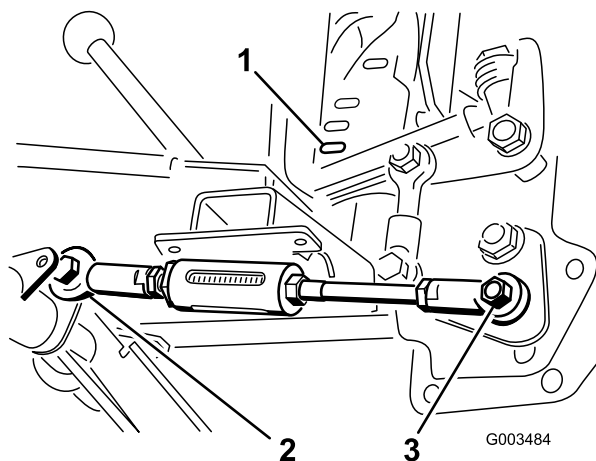

图 8
6. 移动升降手柄直到球窝接头中的孔与枢轴管上可调杆右侧的孔对齐然后使用一个螺栓 ½ x 1-½ 英寸和一个锁紧螺母 ½ 英寸固定如图 8 所示。